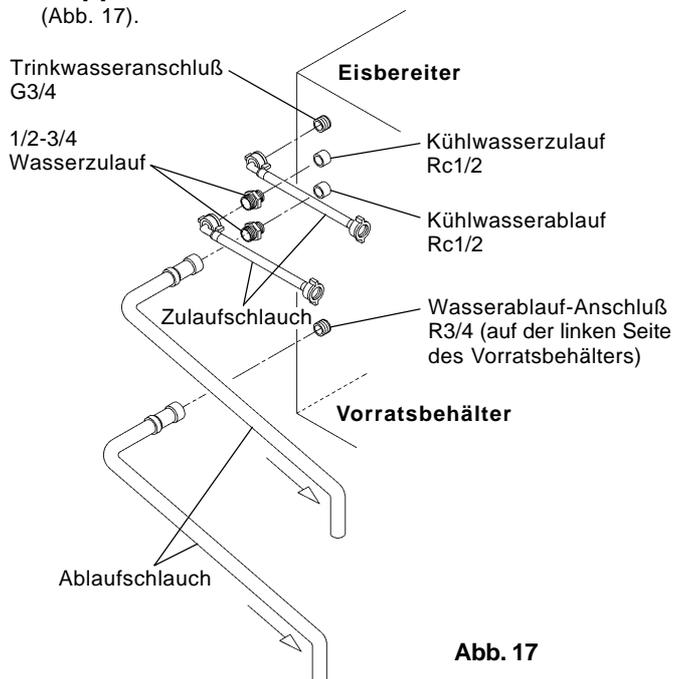

Abb. 17
[b] Anschlüsse entsprechend anderer als der WRC-Bestimmungen für Zubehörschläuche (Abb. 17)
- 2) Zum Anschluß des Verflüssigers mit den mitgelieferten Zubehörschläuche die gleichen Verbindungen wie oben in 1) bis 3) von [a] an den freien Enden der 1/2-3/4 Wasserzuläufe ausführen (Abb. 17).